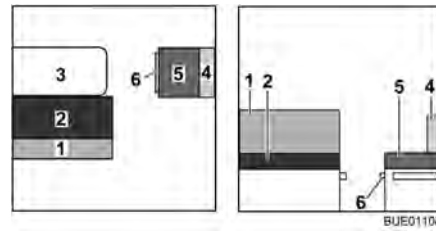

Fig. 118 Prima della trasformazione
- Trasformare il tavolo (Fig. 118,3) in struttura di supporto letto (vedi paragrafo 6.10).
- Rimuovere il cuscino dello schienale (Fig. 118,1) e riporlo.
- Togliere il cuscino dello schienale (Fig. 118,4) e il cuscino del divano (Fig. 118,5) e riporli di lato.